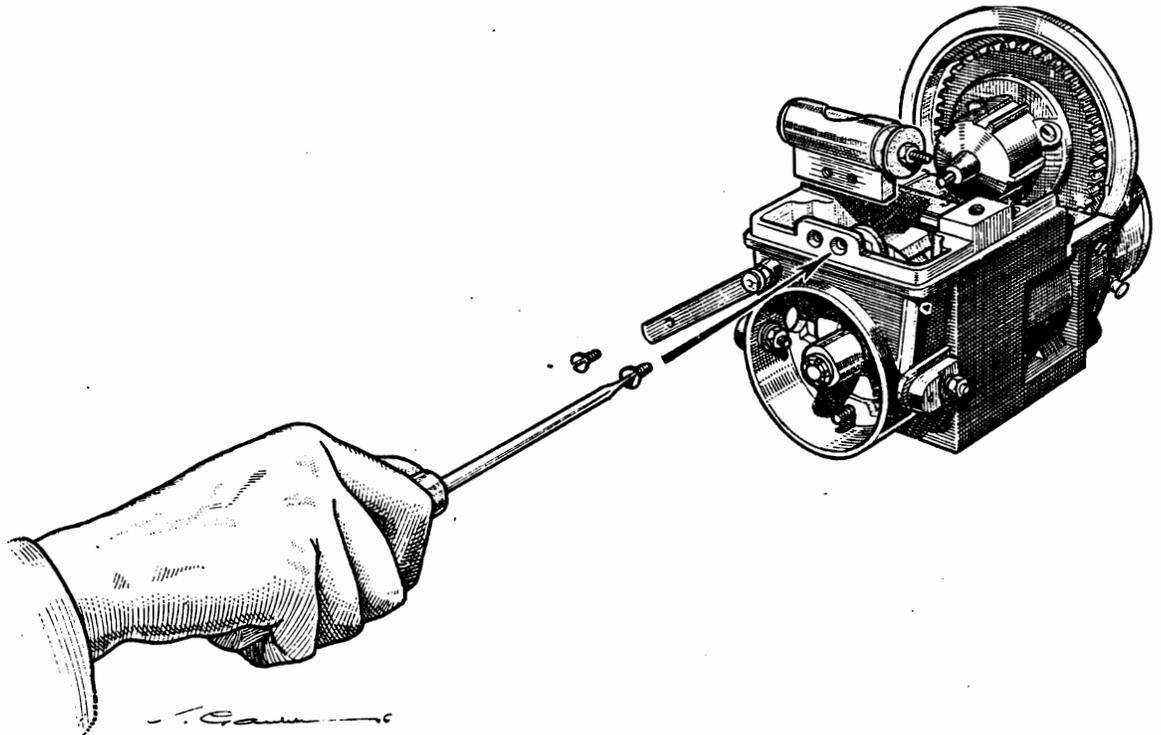

FIG. 37 — DÉMONTAGE DU PORTE-DISRUPTEUR
f) **Démontage du porte-disrupteur** (fig. 37) :
- Après avoir enlevé la bobine, enlever les deux vis de fixation (17). } Tournevis de 7
- Tirer le porte-disrupteur (18).